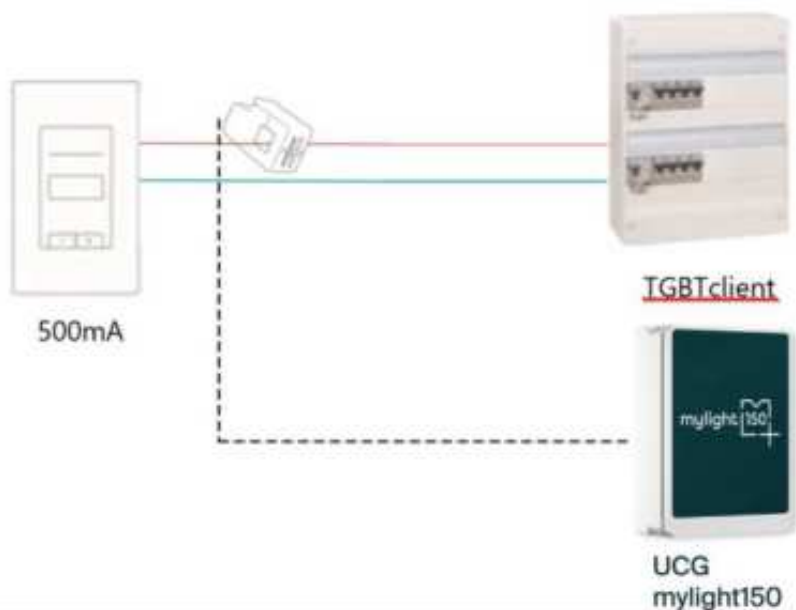
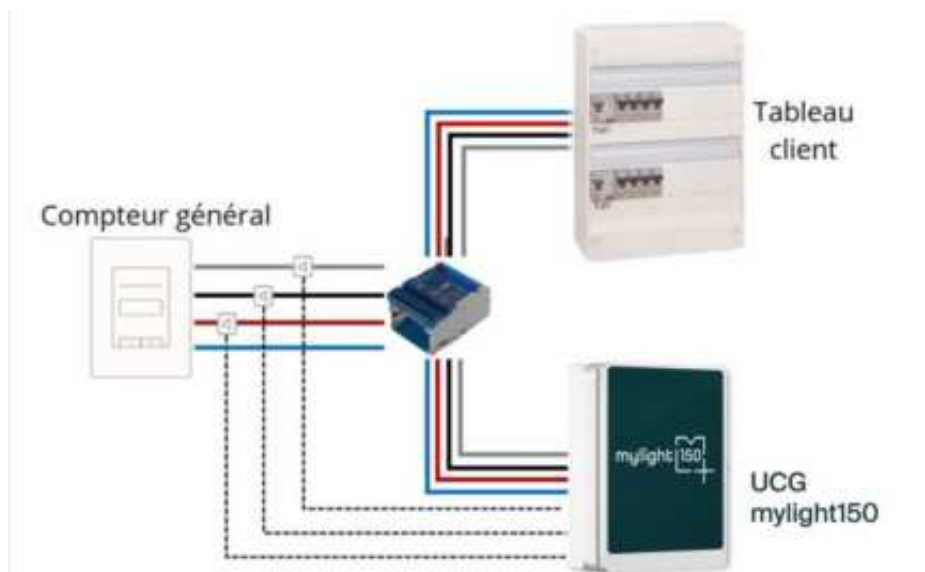

Figure 28. Schéma de placement des TC pour une alimentation monophasée sur le TGBT
Figure 29. Positionnement des TC dans le cadre d'une installation triphasée.
**Attention :** Le bon positionnement des pinces est à la responsabilité de l'installateur. Si la ou les pinces de consommation sont mal positionnées alors les valeurs mesurées seront fausses. En cas de doute, celui-ci peut contacter le support technique afin d'être guidé ou se référer à la Figure 28 ou à la Figure 29.